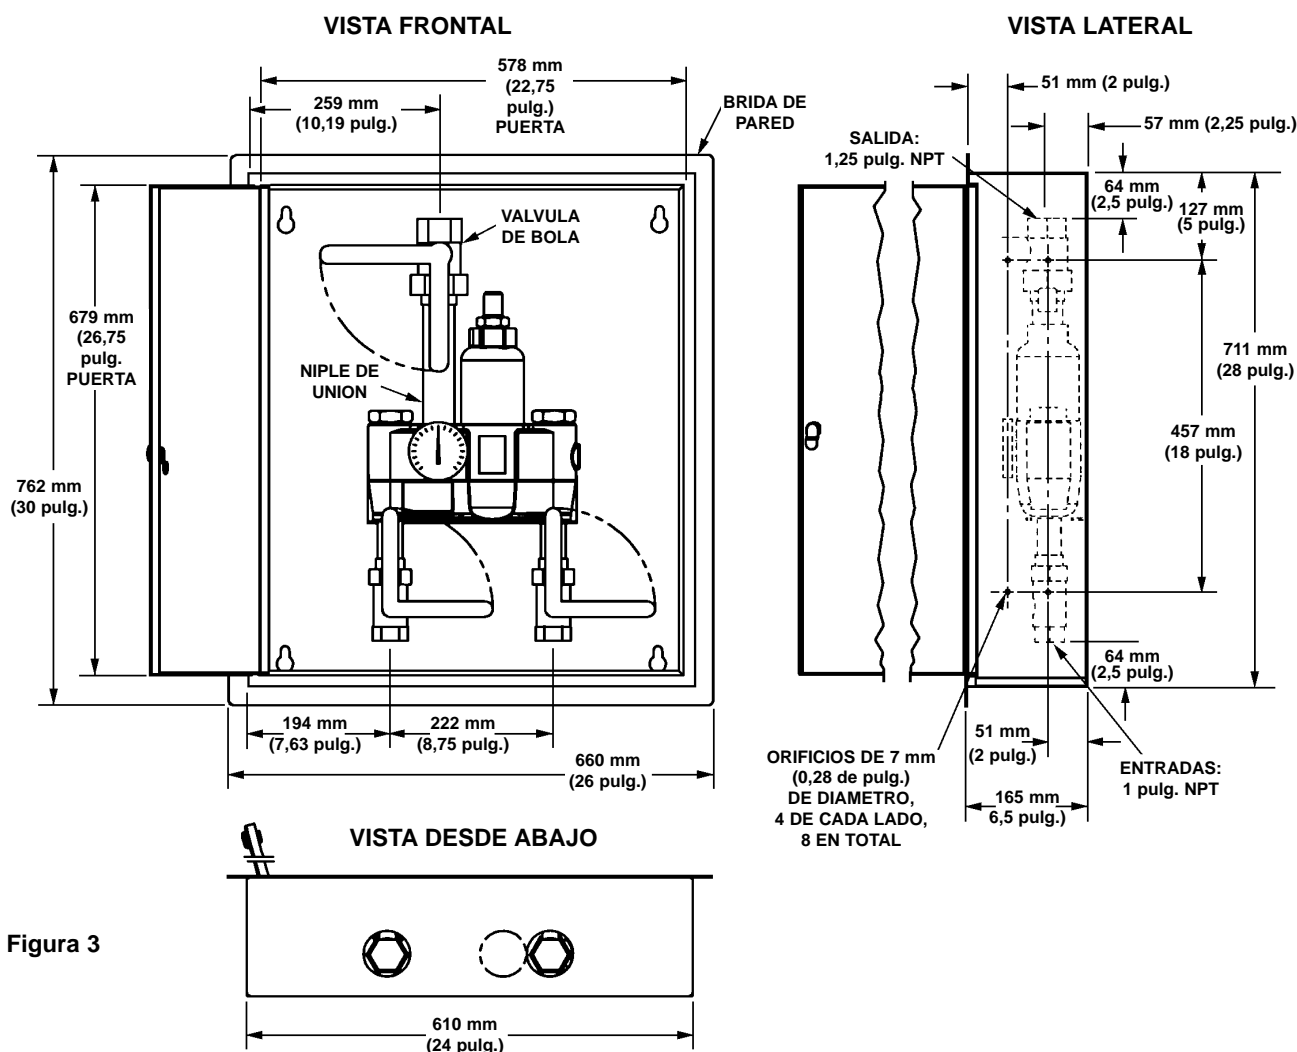

Figura 3
1. Haga una abertura en la pared de 62 cm de ancho x 72 cm de altura (24,5 x 28,5") para el armario (vea Figura 3).
2. Mida y marque las ubicaciones de los orificios de montaje según las dimensiones que se indican en la Figura 3. Instale cuatro pernos de anclaje de 1/4 de pulg., si se necesitan (suministrados por el instalador).